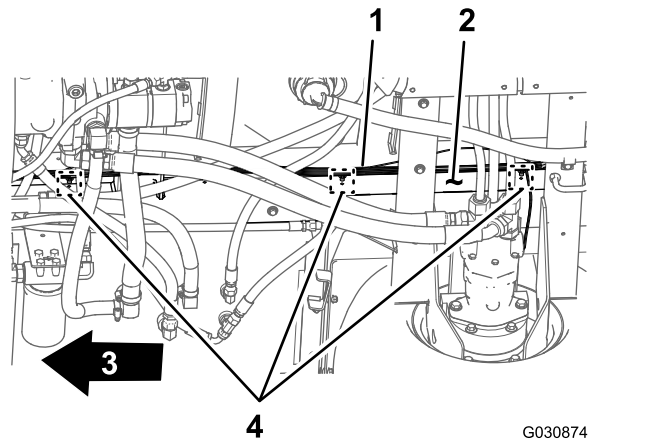

図 35
3. 後ワイヤハーネスを機体の右側フレーム固定しているモミの木形のアンカー3個を外す 図 35。